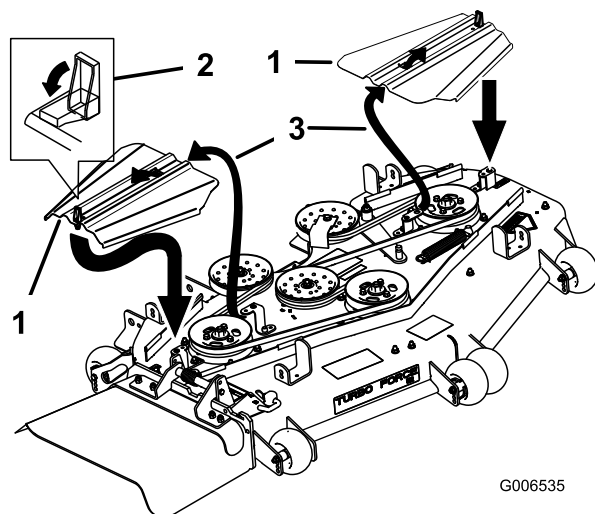

Bild 84
12. Montieren Sie die Riemenabdeckungen. Schieben Sie hierfür die Abdeckung in die Nase, setzen Sie die Schrauben ein und schließen Sie die Riegel (Bild 84).